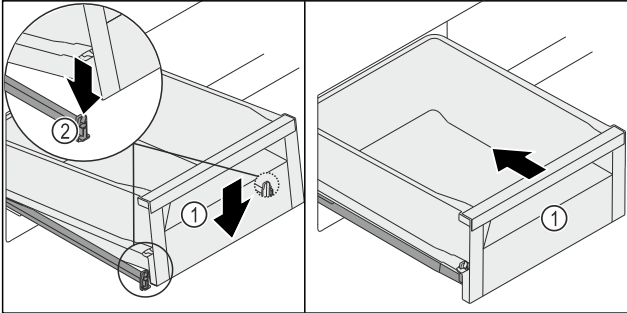

Fig. 127
- ▶ Schubfach Fig. 127 (1) vorne absenken, so dass das Schubfach links und rechts in die Klemme Fig. 127 (2) rutscht.
- ▶ Schubfach Fig. 127 (1) rastet hörbar ein.
- ▶ Schubfach Fig. 127 (1) einschieben.